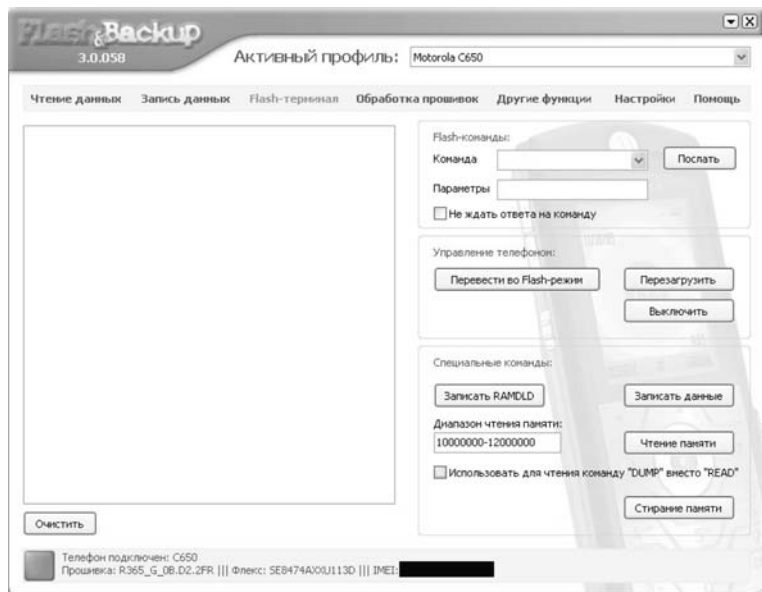

Рис. 2.19. Вкладка «Flash-терминал» программы Flash & Backup
5. Отключают телефон от компьютера, при необходимости его можно программно перезагрузить или выключить (вкладка «Flash-терминал», рис. 2.19).
6. После загрузки информации из телефона будет выведено сообщение об окончании операции, после чего нажимают кнопку «Закрыть» диалогового окна, изображенного на рис. 2.19.